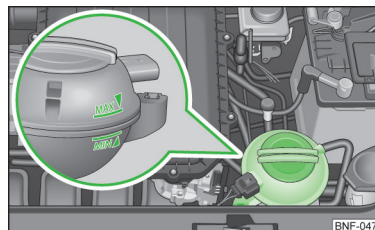

Bild 101
Beteckningen på kylvätskan finns angiven på kylvätskeexpansionskärlat » **bild 101 på sidan 107**.
- Fyll inte på kylvätska över markeringen **MAX** » **bild 101 på sidan 107.**
Kylvätskeexpansionskärlet » bild 101
► Kontrollera kylvätskenivån på expansionskärlet » **bild 101.**
När motorn är driftsvarm kan kontrollresultatet vara felaktigt. Nivån kan även ligga ovanför markeringen "MAX" » **bild 101.**